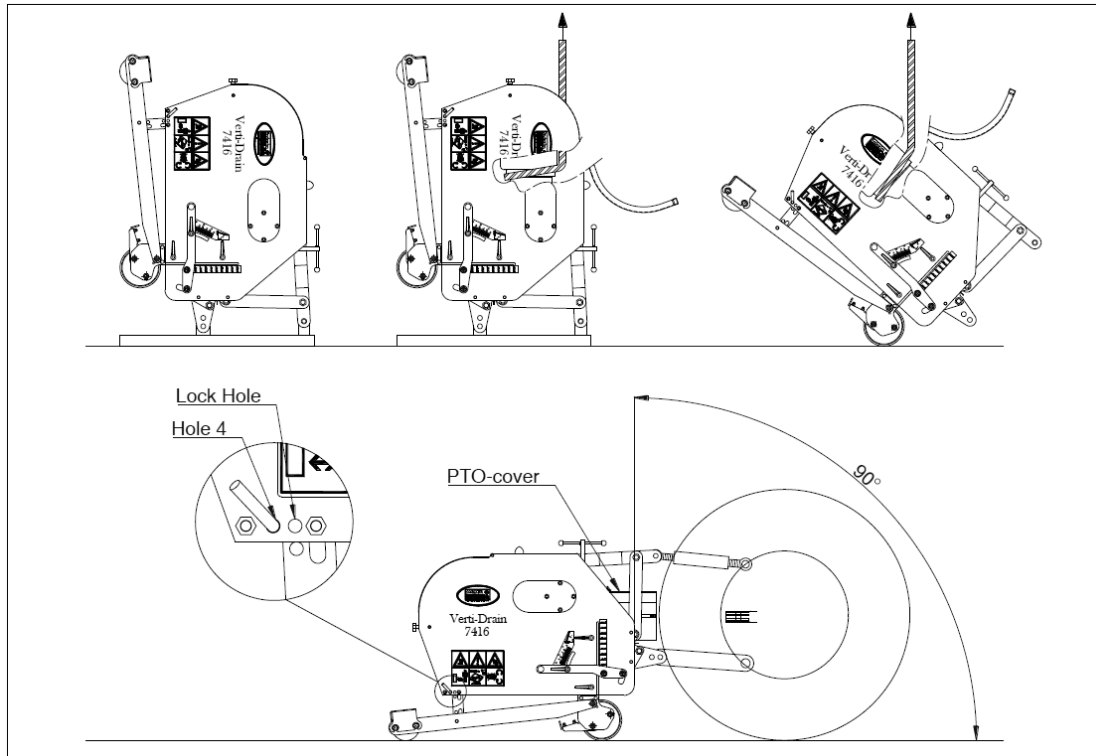

Fig. 1
La machine est disposée en position verticale sur la palette. Pour enlever la palette et placer la machine sur le sol en position horizontale, procédez de la manière suivante (voir fig. 1):
- @ A 90 , les pointes s'enfoncent verticalement dans le sol, si la machine est correctement installée, voir fig. 1. Il peut se créer une force F, voir fig. 5, qui endommagera la machine.
- @ Si le VERTI-DRAIN n'est pas correctement attelé au tracteur, voir fig.1, la variation des angles de prise de force peut provoquer des vibrations sur la ligne d'entraînement de la machine. Ces vibrations peuvent endommager la machine et les trous dans le sol.